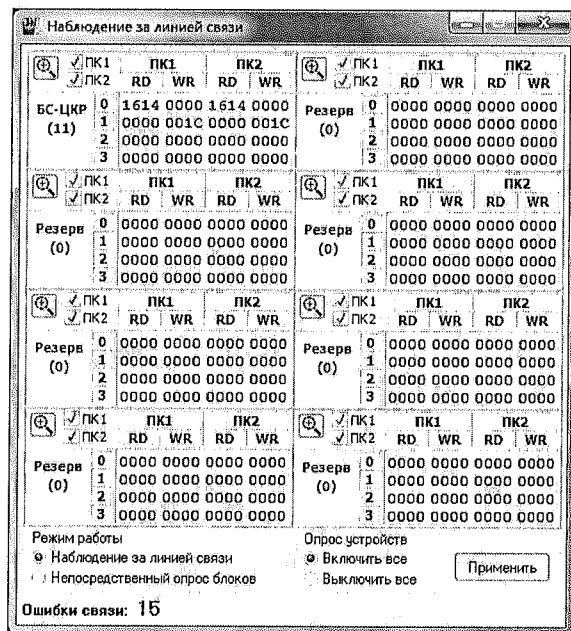

Рисунок 1.2
«Режим работы» главного меню – «**Линия связи**» позволяет организовать прослушивание линии связи САУТ-ЦМ/485 (рисунок 1.2), то есть увидеть текущее состояние обмена по всем адресам в шестнадцатеричном коде. Выбор блока производится при помощи контекстного выпадающего меню, которое появляется после нажатия на правую кнопку мыши в поле «Резерв (0)».